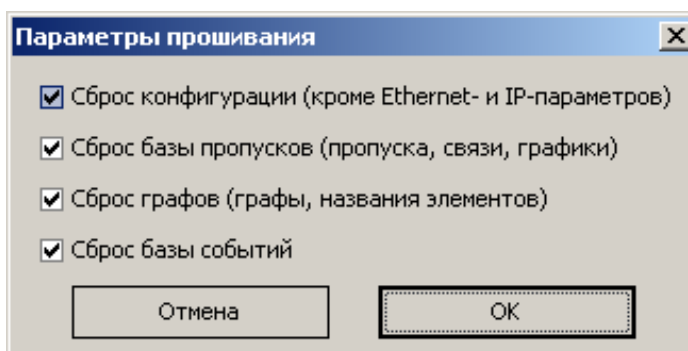

Рисунок 24
7. Появится окно параметров прошивания (Рисунок 24). Выбрать все параметры и нажать «ОК».